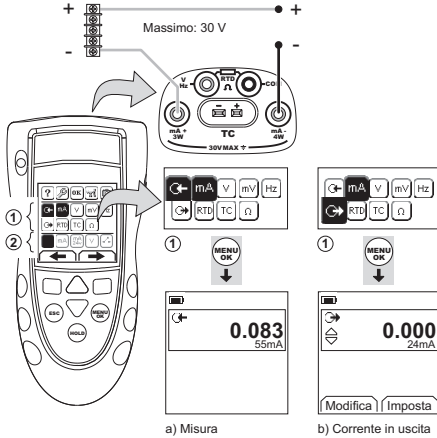
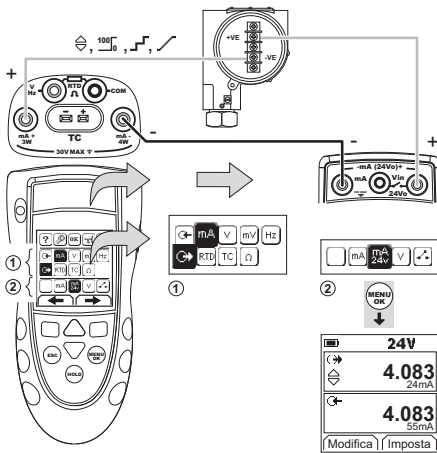
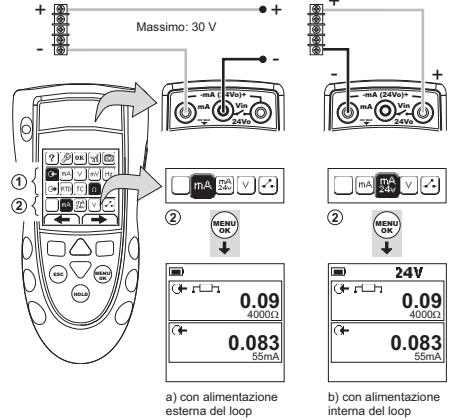

Figura 1: Esempio configurazione – per misurare/fornire corrente in mA con alimentazione esterna del loop (Area ①)
Figura 2: Esempio di configurazione – per fornire corrente in mA con alimentazione interna del loop (Area ①)
Figura 3: Esempio configurazione – misura della corrente in mA (Funzione Duplice, area ②)
1. Collegare lo strumento (Figura 1 o Figura 2 o Figura 3) e, se necessario, modificarne il Setup (Tabella 1).